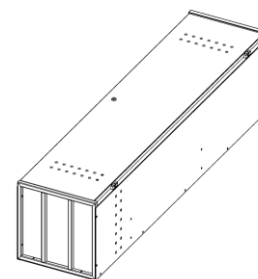

рис. 5
5.5. Установить дверь при помощи петель (рис. 5). Возможна установка двери как на левую боковую стенку, так и на правую.